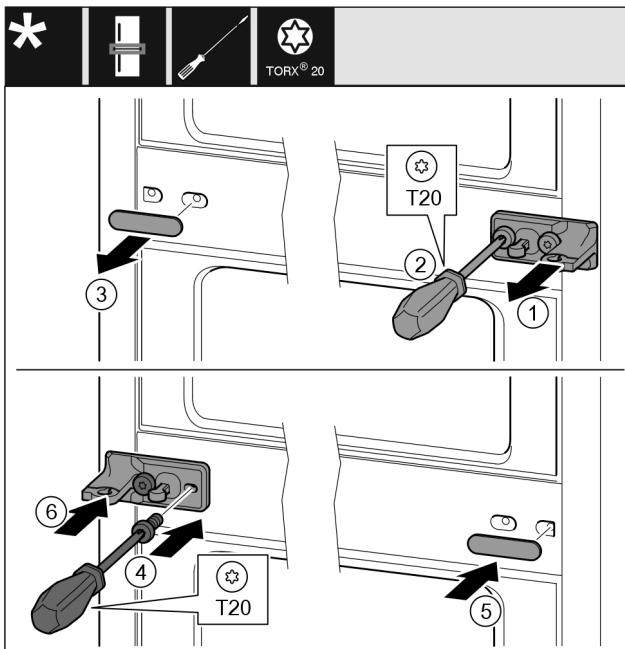

Fig. 10
- Зніміть перстину. Fig. 10 (1)
- Викрутіть гвинти за допомогою викрутки T20. Fig. 10 (2)
- Обережно зніміть кришку. Fig. 10 (3)
- Опорний кронштейн із півкою, повернути на 180°, закріпіть гвинтами з іншого боку. Fig. 10 (4)
- Кришку, яка повернута на 180°, розмістіть з іншого боку. Fig. 10 (5)
- Встановіть перстину спереду. Fig. 10 (6)